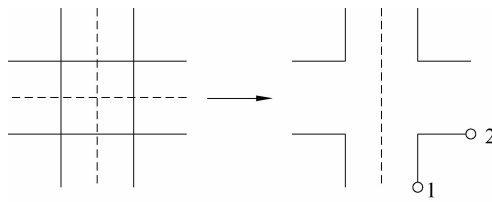

图 4-10 “十字打开”工具
(2) 十字打开: 用于在两条多线之间创建打开的十字交点。可以打断第一条多线的所有元素和第二条多线的外部元素, 如图 4-10 所示。